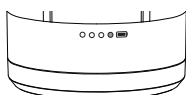

Figure 3
2. Assurez-vous que la base du moteur du mixeur est chargée (Figure 3). Pour connaître les niveaux de charge de la batterie, voir « Les voyants LED de la batterie affichent l'état actuel du tableau ».